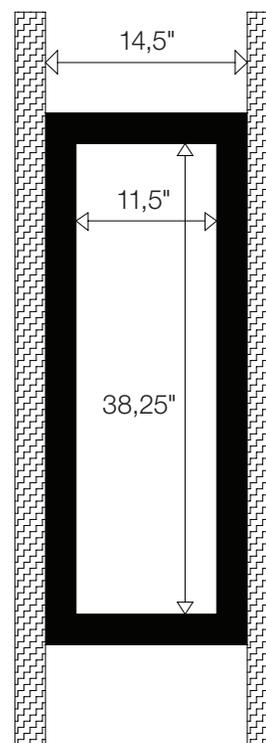

Figura 14
2. Utiliza viguetas de 38 x 140 mm para crear un marco con dimensiones internas 971,6 x 292,1 mm (Figura 14). Sujétalo a los montantes existentes con clavos o tornillos de madera.